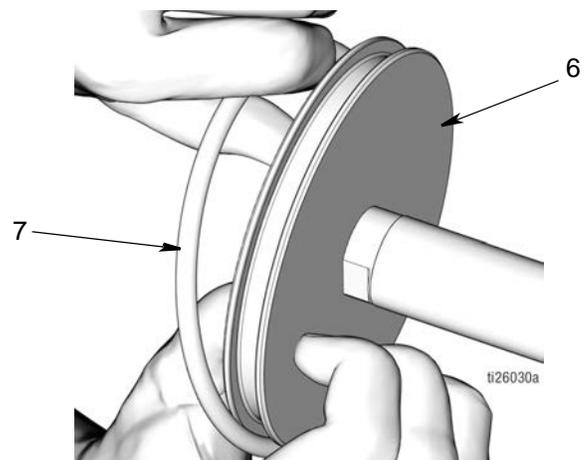

图 48
- e. 在 O 形圈 (7) 上抹上薄薄一层滑脂。在活塞 (6) 上安装 O 形圈 (7)，如图 48 所示。